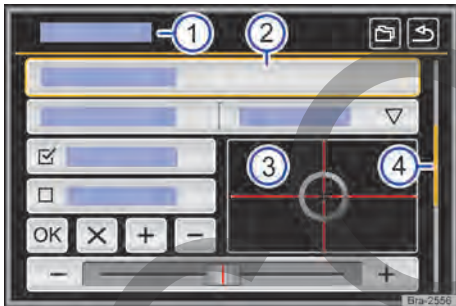

Fig. 117 Representación esquemática: cuadro general de los posibles botones de función en el display.
El equipo está equipado con touchscreen (pantalla táctil) → fig. 117 ③.
Los botones de función inician funciones o abren otros submenús. En submenús se indica, en la línea del título, el menú actualmente seleccionado → fig. 117 ①.